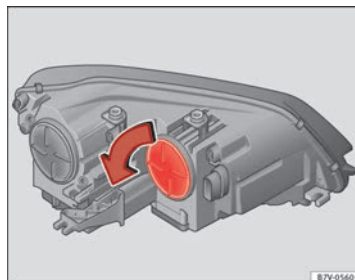

Fig. 207 En el vano motor: Cubierta del intermitente.
3.	Gire la cubierta ⇒ fig. 207 en el sentido de la flecha y extráigala.
8.	Gire la cubierta ⇒ fig. 207 hasta el tope en sentido contrario al de la flecha.